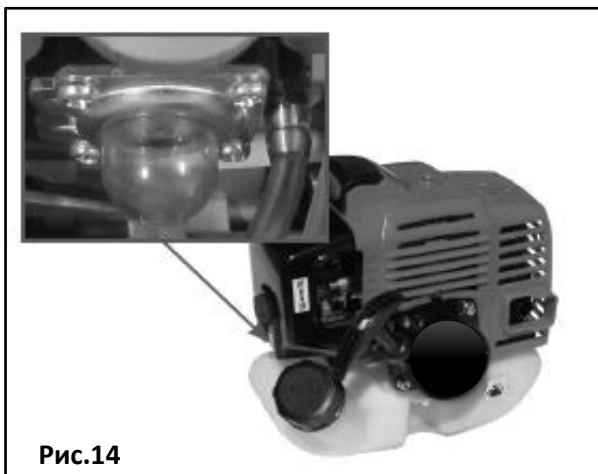

Рис.14
- Прокачайте топливо через карбюратор. Для этого нажимайте пальцем (примерно 5-10 раз) на ручной топливный насос до появления в насосе топлива и возникновения сопротивления при нажатии. Ручной топливный насос (праймер) находится в нижней части карбюратора (доступ к нему между корпусом воздушного фильтра и топливным баком (Рис. 14).